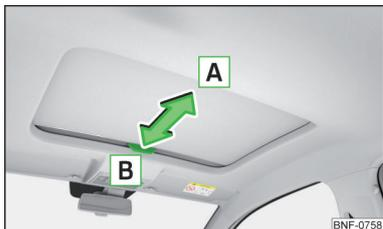

Fig. 37
- Para abrir, tirar la manilla en el sentido de la flecha **A** » fig. 37.